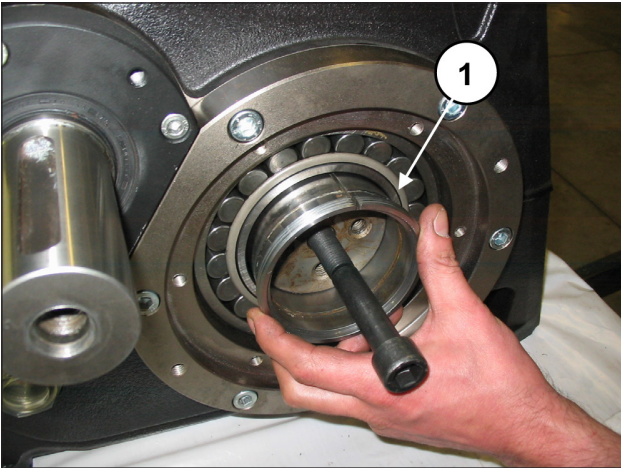

Abb. 75
Setzen Sie die zwei Druckbuchsen teilweise ein und halten Sie hierbei die Kurbelwelle mit dem vorab montierten Stift M16 angehoben (Pos. ①, Abb. 75).